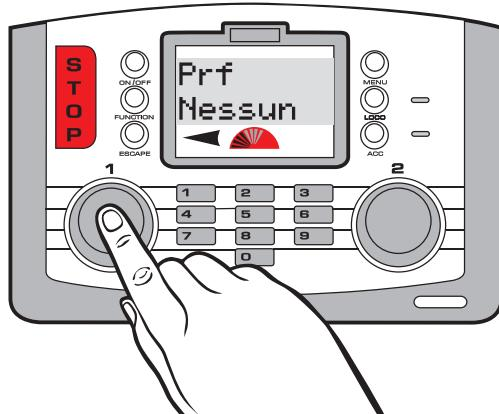

Fig 1
- Premere il **comando 1**. Sullo schermo appare la scritta "**Fav No**". Vedere fig. 1.